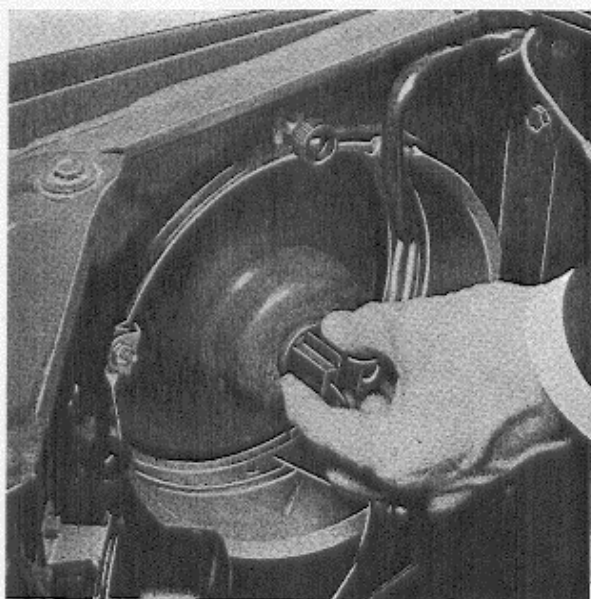
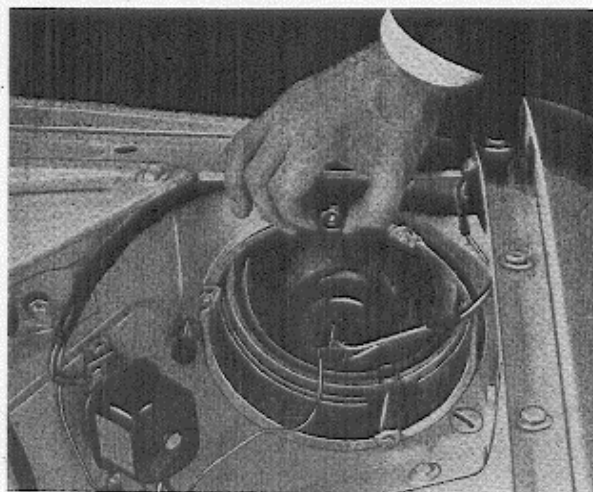

Abb. 106 Ausbau des Steckkontaktes
Abb. 107 Ausbau des Stellknopfes
1. Kühlerverkleidung (Kühlergitter) ausbauen. Steckkontakt für die Leitungen gerade nach hinten herausziehen, siehe Abb. 106. Die beiden Stellknöpfe gerade nach hinten abziehen, siehe Abb. 107. Die Feder an der Unterseite des Scheinwerfers aushaken, siehe Abb. 108.
Die Scheinwerfer sind nach den geltenden Vorschriften einzustellen. Bei der Einstellung soll ein zugelassenes Lichteinstellgerät verwendet werden. Die Einstellung erfolgt durch Drehen der beiden Stellknöpfe hinter dem Scheinwerfer (Abb. 107). Mit dem oberen Stellknopf wird der Scheinwerfer in Höhenrichtung, mit dem seitlich angebrachten in Seitenrichtung eingestellt.